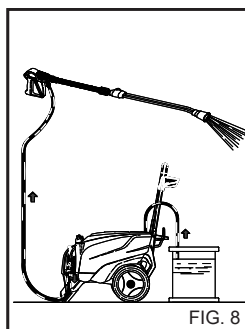

FIG. 8
Après l'emploi d'un détergent, le circuit d'aspiration doit être rincé avec de l'eau propre (fig. 8).
- 1) Après l'emploi avec du détergent, rincer le circuit d'aspiration; enfilez le tuyau d'aspiration (fig. 8) du détergent dans un bidon d'eau propre et faire fonctionner la pompe pendant 1 minute avec le robinet de dosage complètement ouvert et la lance en phase de sortie du détergent.
4) Après l'emploi avec du détergent, rincer le circuit d'aspiration; enfilez le tuyau d'aspiration (fig. 8) du détergent dans un bidon d'eau propre et faire fonctionner la pompe pendant 1 minute avec la lance en phase de sortie du détergent.